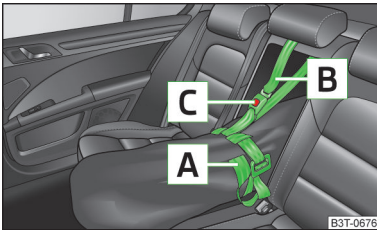

Abb. 83
- › Das Zugband **A** am freien Ende um die Skier vor den Bindungen festziehen » Abb. 83.
- Nach dem Beladen mit Skiern muss der Durchladesack mit dem Sicherungsband **B** » Abb. 83 gesichert werden.